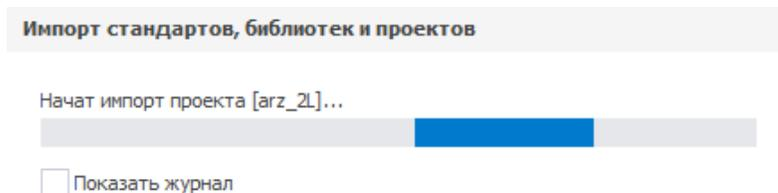

Рис. 8 Процесс выгрузки данных из резервной копии
3. В рабочей области отобразится окно с процессом импорта, см. Рис. 8.